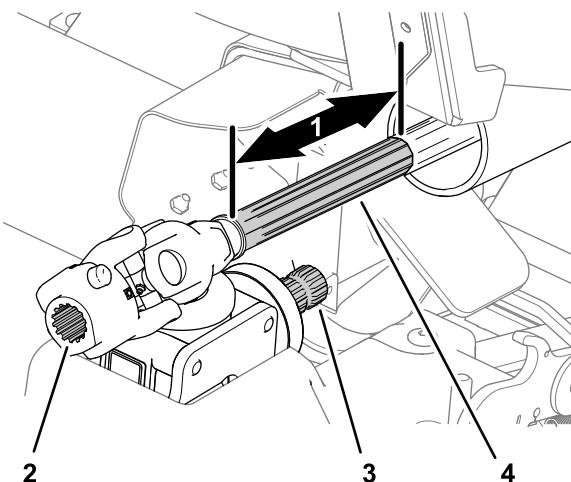

Figura 54
3. Limpe as estriadas do veio da caixa de velocidades e as estriadas do veio de transmissão (Figura 54).
4. Limpe a superfície deslizante do veio da transmissão para a frente (Figura 54).
5. Aplique composto antigripagem nas estriadas do veio da caixa de velocidades e do acoplamento da junta em U (Figura 54).
6. Aplique composto antigripagem na superfície deslizante do veio da transmissão para a frente (Figura 54).
2. Puxe a metade dianteira do veio da transmissão (Figura 54) para a frente cerca de 25 cm.